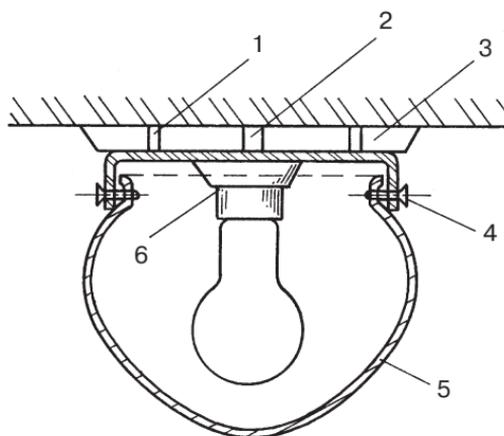

Рис. 60. Потолочный светильник: 1 — шурупы или дюбеля; 2 — отверстие для проводов; 3 — розетка; 4 — винты; 5 — абажур; 6 — потолочный патрон
*Потолочный светильник (рис. 60).* Из рисунка видно, что к потолку сначала крепится деревянная розет-